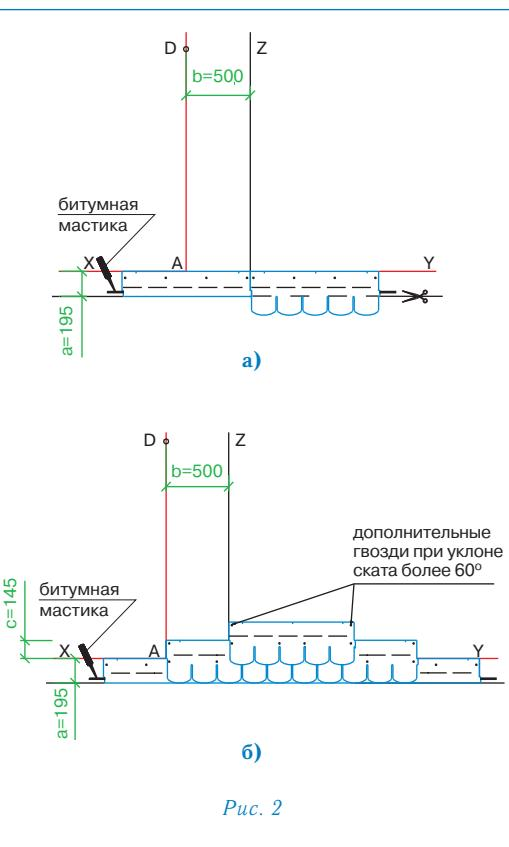

Рис. 2
Укладка материала (рис. 2)
- Начальный ряд формируется из листов черепицы ТРАДИШНЛ обрезанных по линии, образованной конечными точками вырезов. Полученные таким образом полосы шириной 19,5 см укладываются по линии карниза в обе стороны от линии Z (рис. 2а) и фиксируются по нижнему краю битумной мастики, а по верхней кромке 4 гвоздями (ось гвоздей на 5 см ниже верхнего края полосы);
- далее первый ряд черепицы укладывается от линии AD (рис. 2б);
- второй ряд укладывается от линии Z (со смещением 50 см от AD) (рис. 2б);